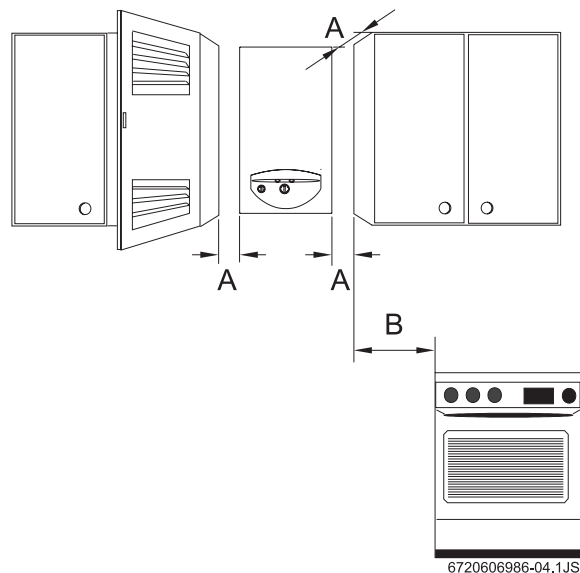

Fig. 7 Distâncias mínimas
- ▶ Respeitar as medidas mínimas de instalação indicadas na Fig. 7.
- ▶ Assegurar o bom acesso nos trabalhos de manutenção, respeitando as distâncias mínimas indicadas na Fig. 7.